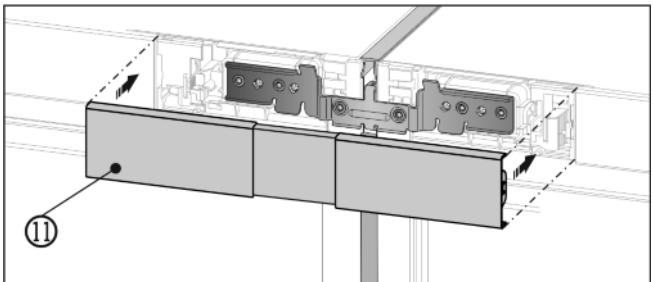

Fig. 15
- ▶ Zaczepić górną pokrywę Fig. 15 (11) na jeszcze otwartej wnęce między obiema blendami paneli obsługi. Zwrócić uwagę na to, aby ścianki zewnętrzne pokrywy przylegały na jednym poziomie do blend paneli obsługi.